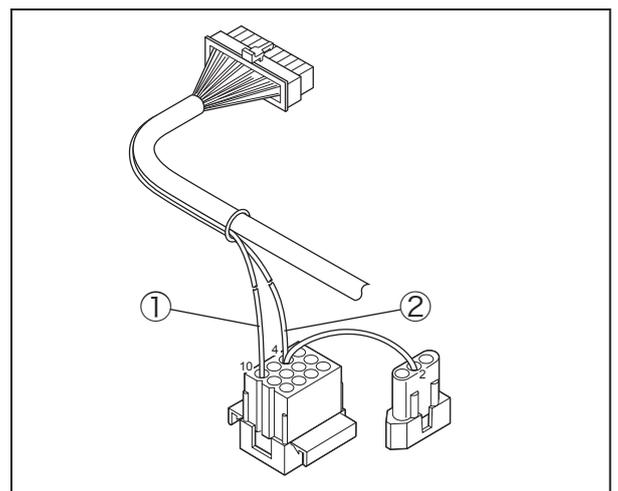

図 2-12
中継ケーブルの黒色の線①と白色の線②は下記のピン番号へ接続する。(図 2-12)